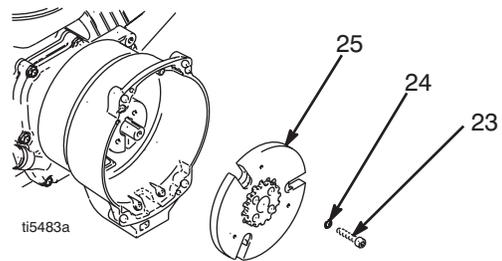

図 7
8. 図 7. クラッチアーマチュア (25) およびクラッチハウジング (19) 間にインパクトレンチまたはくさび状のものを差し込み、取り外し中にエンジンシャフトを支えます。
9. 4本のネジ (23) およびロックワッシャ (24) を取り外します。